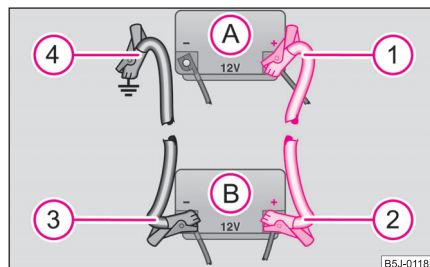

Fig. 188 Executarea pornirii cu ajutorul bateriei altui autovehicul: A - bateria descărcată, B - bateria furnizoare de curent
- Prindeți un capăt la polul plus ① ⇒ fig. 188 al bateriei descărcate ①.
- Prindeți celălalt capăt la polul plus ② al bateriei care furnizează curent ②.